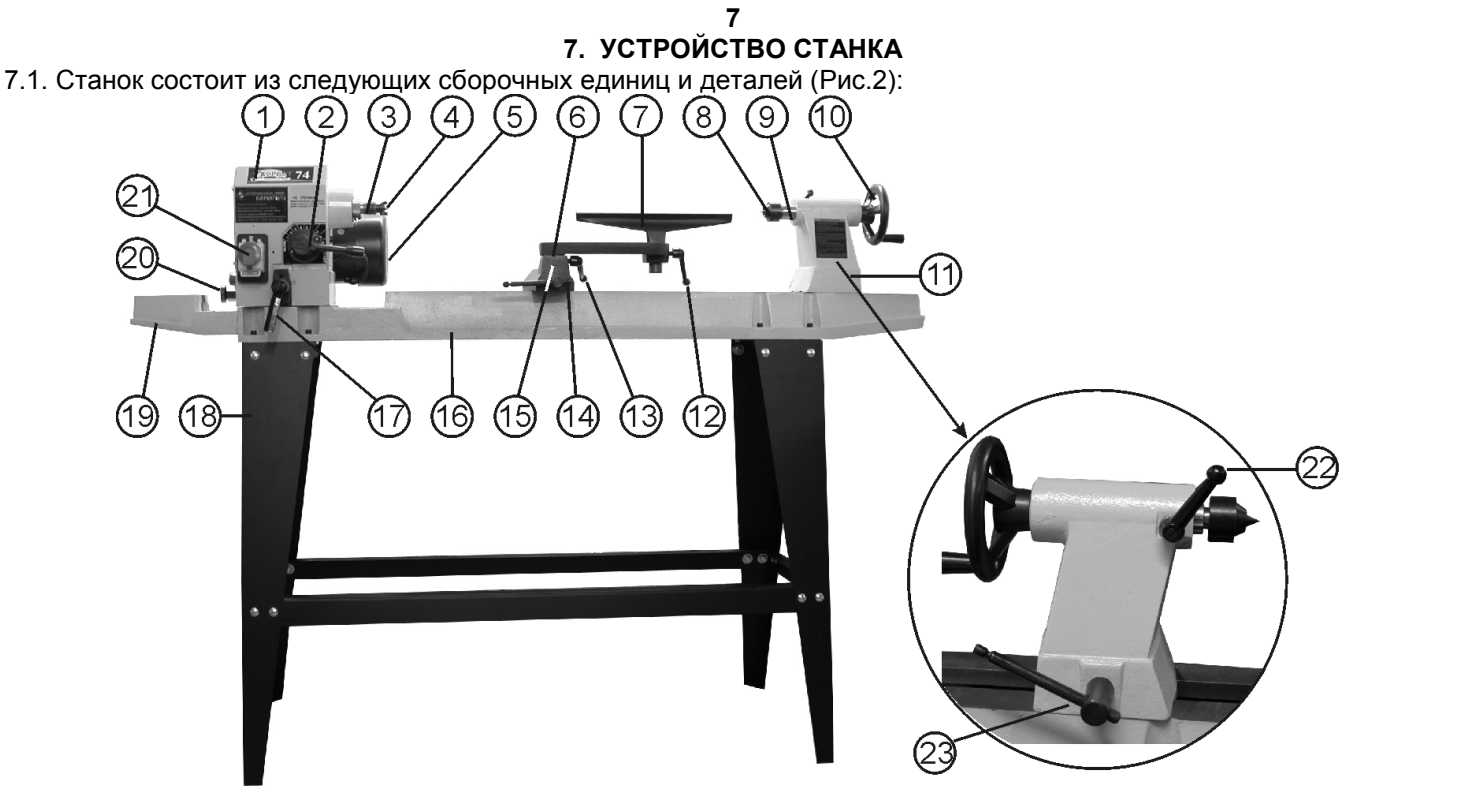

Рис. 2
8.4. Установка центров (Рис. 2, 6, 7)